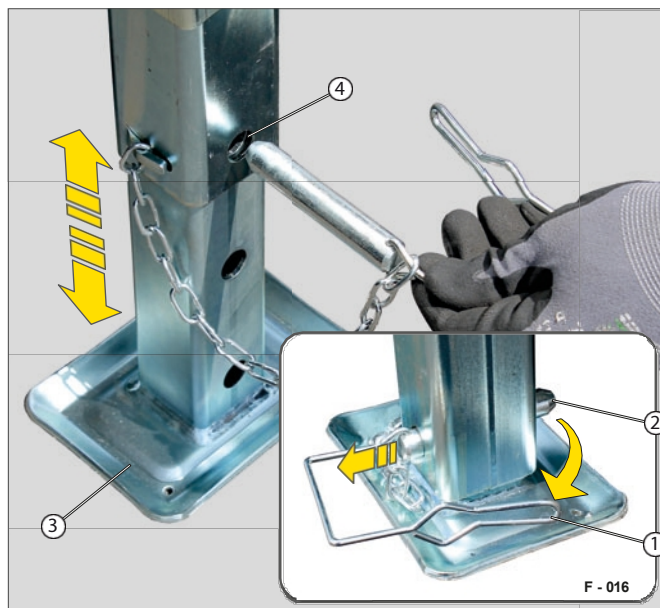

Fig. 15 Justering af nivelleringsfoden
- Løsn beslaget (fig. 15/1) fra stikket (fig. 15/2).
- Træk stikket ud - hold godt fast i den justerbare fod (Fig. 15/3), mens du gør det.
- Placer nivelleringsfoden i overensstemmelse hermed (op eller ned), så låsetappen passer gennem hullerne (Fig. 15/4).